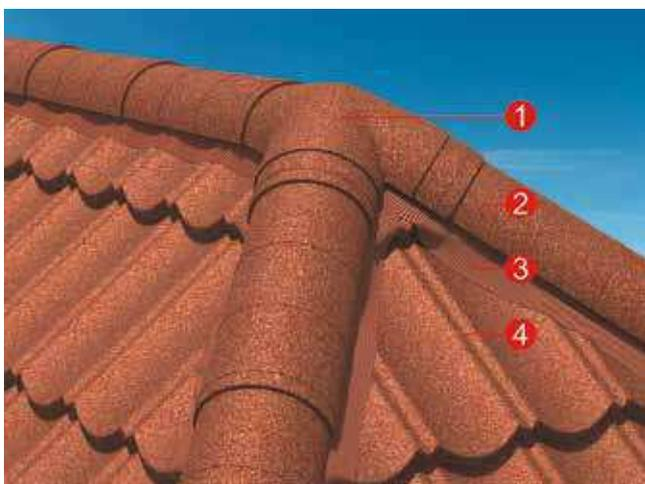

Рисунок 34
5.9.1.7 В местах пересечения ребер устанавливаются коньки Y-образные ДЕКРА (Рисунок 34).